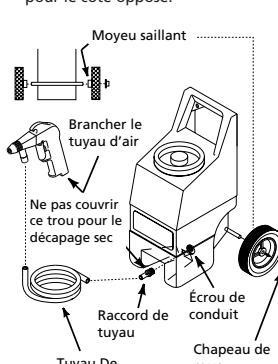

Figure 7 - Modèle AT121102
- Glisser la roue sur l'arbre de roue. (Voir Figure 7). Cogner légèrement au marteau sur le capuchon de roue pour fixer, s'assurant que le moyeu saillant fait face à la trémie. Répéter pour le côté opposé.
- Brancher le tuyau de matériaux au raccord du tuyau flexible. Brancher le sens opposé du tuyau flexible au pistolet (Voir Figure 7). Ne jamais utiliser des colliers de serrage pour fixer le tuyau.